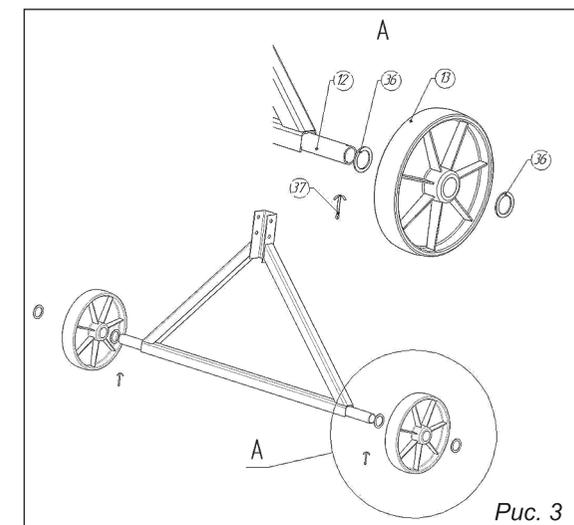

Рис. 3
#### 6.1. Сборка колесной опоры (рис. 3)
- Произведите натяжение ремня 19 путем перемещения электродвигателя 21 по пазам платы моторного блока 16. Удерживая электродвигатель 21, затяните болты крепления 44 (см. рис. 3) к плате моторного блока 16.